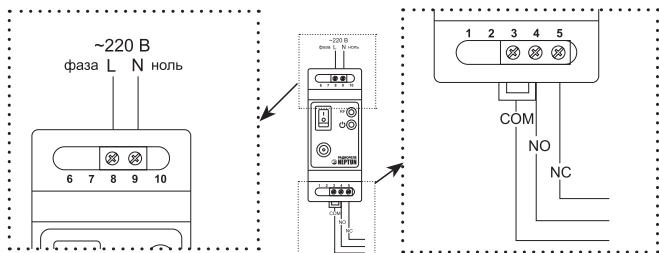

Рис. 10. Схема подключения
- Напряжение питания на радиореле должно быть подано из силового шкафа и обязательно через УЗО (30 мА). К радиореле подвести фазу и ноль согласно схеме подключения (рис.10).